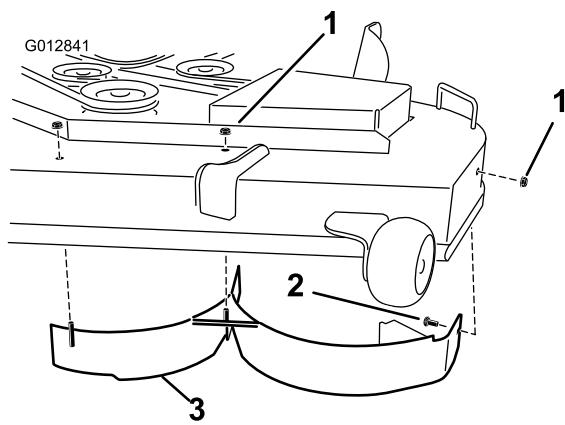

Figura 32
- Retire las dos contratuerca (5/16 pulgada) de las clavijas soldadas del deflector izquierdo, en la parte superior de la carcasa de corte, en las posiciones centro y centro izquierda (Figura 32). Retire el perno de cuello cuadrado y la contratuerca, situados en la pared lateral de la carcasa del cortacésped, que sujetan el deflector izquierdo a la carcasa.
7. Retire el deflector izquierdo de la carcasa de corte según se muestra en Figura 32.